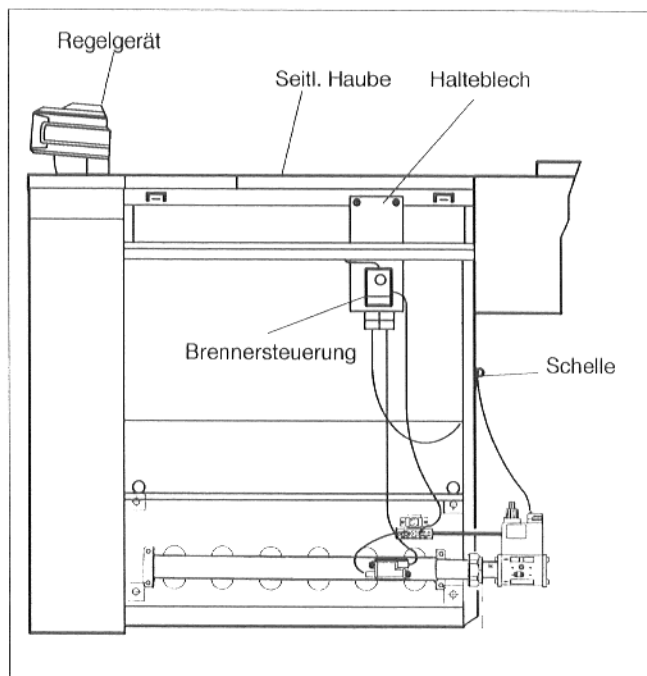

Abb.46
- Halteblech Brennersteuerung mit 2 Blechschrauben an den seitlichen Hauben anschrauben (Abb. 46).
- Verbindungen zwischen Brennersteuerung und Armatur bzw. Taktzünder und Überwachungselektrode nach Schaltplan bzw. nach Abb. 46 herstellen.
- Die Leitungen werden über den Kabelkanal und die Öffnung in der vorderen Kesselhaube zum Regelgerät geführt. Das Kabel zwischen Brennersteuerung und Armatur wird über die Rückwand geführt und an der Schelle befestigt (Abb.46).